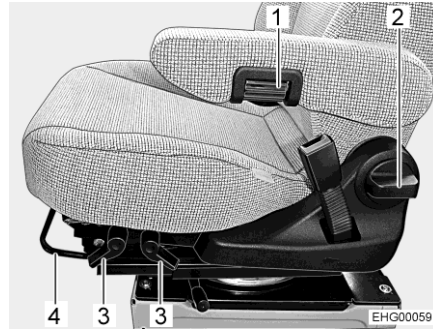

Fig. 14 Ajuste del asiento (Aguti GIS-Liner)
- Tirar el estribo (Fig. 14,4) hacia arriba.
- Tirar la palanca correspondiente (Fig. 14,3) hacia arriba.
- Girar el pomo (Fig. 14,2).
- Para el ajuste fino, girar la rueda moleteada (Fig. 14,1). Según la dirección de giro, el reposabrazos se inclinará hacia arriba o abajo.